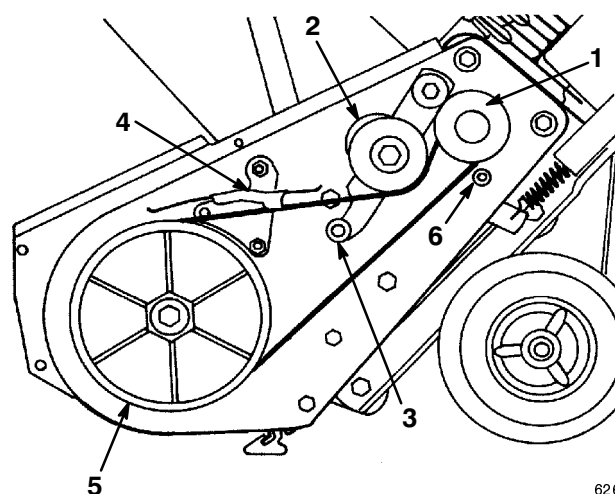

Figure 27
7. Tirez la poulie folle et déposez la courroie d'entraînement de la poulie de turbine, l'ensemble bras de frein et la poulie du moteur (Fig. 27).
8. Enroulez la courroie d'entraînement neuve autour de la poulie du moteur, sous la poulie folle, sur le galet, dans l'ensemble frein et autour de la poulie de turbine (Fig. 27).
IMPORTANT : La courroie d'entraînement doit passer en haut du galet, comme indiqué à la Figure 27.